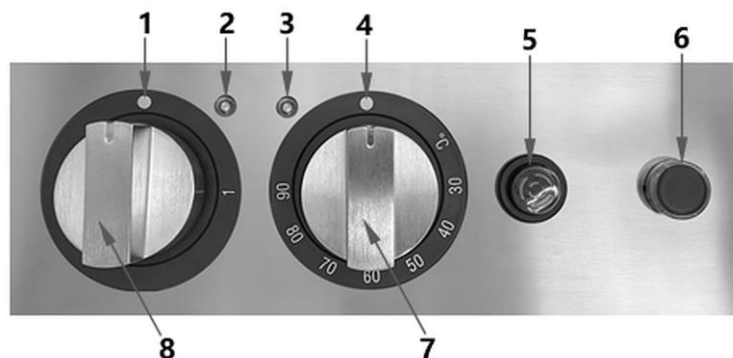

Fig. 4
La conduite d'alimentation en eau doit être raccordée à l'alimentation en eau à l'aide d'un robinet d'arrêt (fig. 4) qui peut être facilement fermé lorsque l'appareil n'est pas utilisé ou doit être entretenu.
- remplissez le bac d'eau en appuyant sur le bouton d'alimentation en eau (5, fig. 4) et ajoutez un peu de détergent ;
- Videz le bac en appuyant sur le bouton de vidange (6, fig. 4).
- éteignez l'appareil en tournant le régulateur principal (8) en position OFF (1) et le régulateur de température (7) en position OFF (4).
3. Appuyez sur le bouton d'alimentation en eau (5) pour remplir le bac d'eau potable fraîche jusqu'à ce que le niveau requis soit atteint. Tenez compte des repères MIN et MAX dans le bac.
L'appareil est mis en marche à l'aide du bouton rotatif principal (8, fig. 4) en le tournant sur la position « 1 ».
- appuyez sur le bouton rouge de vidange (6, fig. 4) pour vider la contenance de la cuve.
1. Lorsque vous n'utilisez plus l'appareil, tournez le régulateur de température (7, fig. 4) sur la position ARRÊT (4).
2. Tournez le bouton principal (8) sur la position ARRÊT (1).